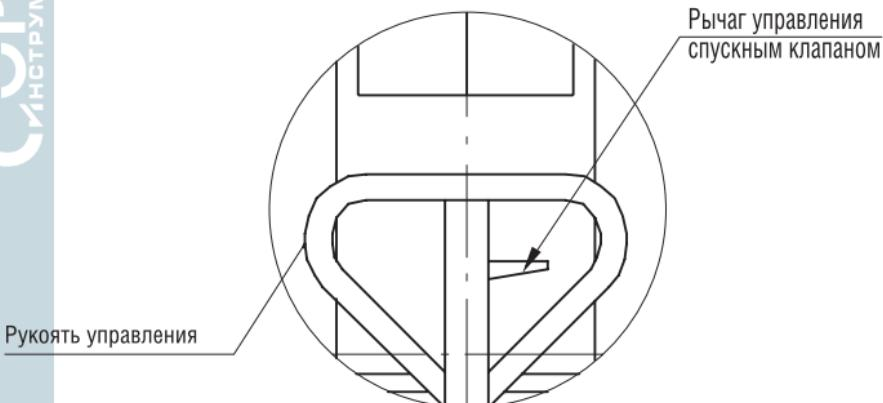

Рисунок 5 – Рукоять управления платформой
1. Подъёмник с подвижной платформой оборудован механизмом для управления платформой. Для начала движения необходимо приподнять опорную платформу подъёмника, для этого закройте клапан и совершите несколько качков рукоятью. После того, как подъёмник будет перевезён в необходимое место, откройте клапан, чтобы опустить платформу (рис. 5).